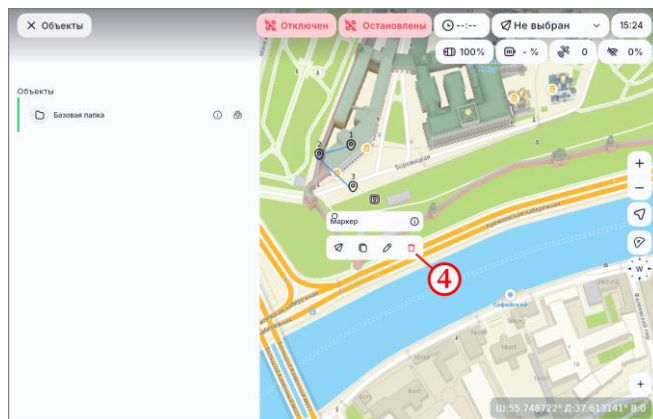

Рисунок 82
- на всплывающем меню нажать на пиктограмму  (рисунок 82, шаг 4);